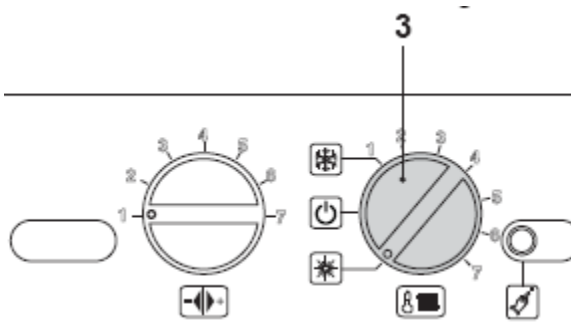

рис. 2.5
- поверните переключатель 3 как указано на рис. 2.5.